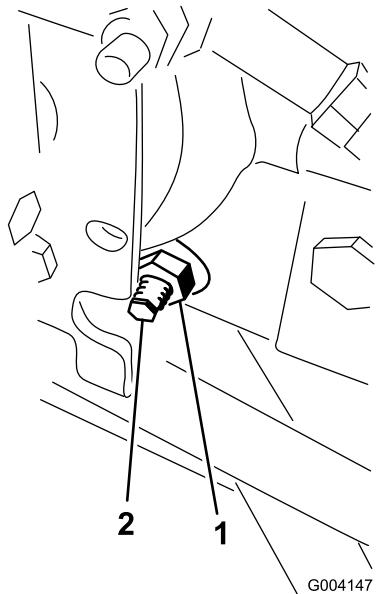

Figura 60
- No lado direito do hidrostato, solte a porca de bloqueio no excêntrico de ajuste da tração (Figura 60).